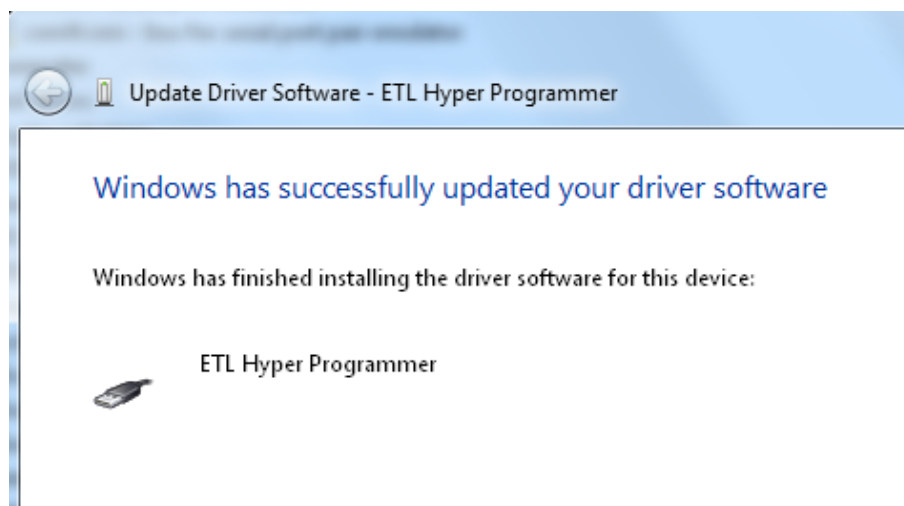

Figura 11. La instalación exitosa del dispositivo "Hyper Programador ETL"
- Finalmente, usted verá la confirmación de la instalación del driver para el segundo dispositivo (Figura 11).